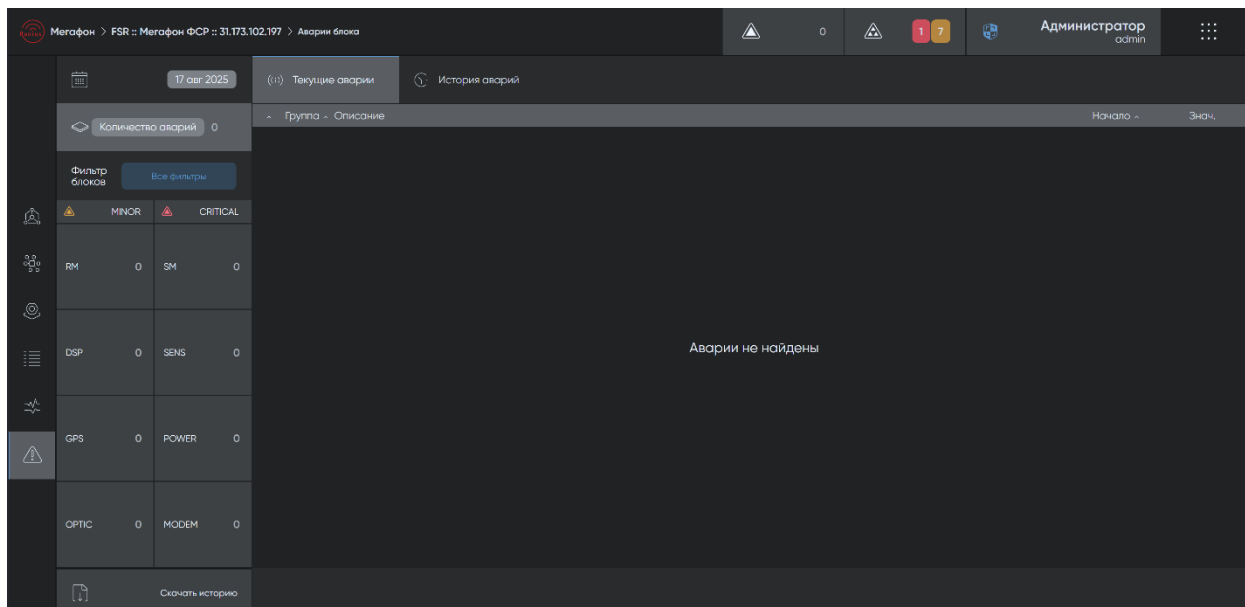

Рисунок 50 — Окно «Текущие аварии»
3.15.1. При нажатии на кнопку  открывается окно *Текущие аварии* и *История аварий* (рисунок 50).